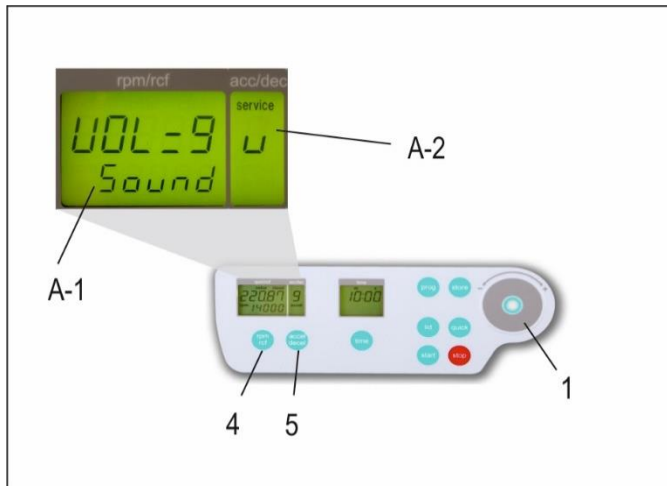

Abbildung 8
Öffnen Sie wie unter Punkt 1.8.1 beschrieben das Menü „Grundeinstellungen“. Danach drücken Sie die Taste „accel/decel“ (5). Im Anzeigefeld „accel/decel“ (A-2) blinkt der Schriftzug „service“. Wählen Sie nun mit dem Einstellfeld (1) den Buchstaben „U“. Daraufhin erscheint im Anzeigefeld „rpm/rcf“ (A-1) der Schriftzug „Vol=0-9/Sound“. Nachdem Sie die Taste „rpm/rcf“ (4) gedrückt haben, kann mit dem Einstellfeld (1) die gewünschte Lautstärke zwischen 0 (leise) und 9 (laut) eingestellt werden (siehe Abbildung 8).